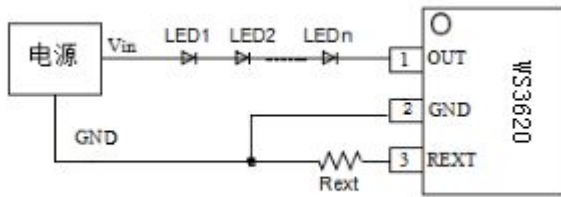

图 1. WS3620 应用电路原理图
如图 1 所示的应用电路，工作效率按式 (1) 设计：
- 1) 如图 1 电路中，OUT 端口电压按式 (2) 设计：